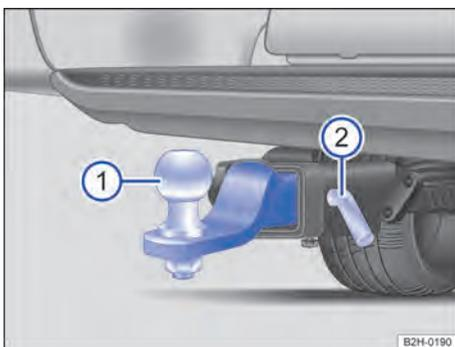

Fig. 131 Sob o para-choque traseiro: montar o engate de reboque.
- ① Engate de reboque.
- ② Pino de travamento.
3. Extrair o pino de travamento → Fig. 131 ② do alojamento.
4. Puxar o engate de reboque → Fig. 131 ① do alojamento.